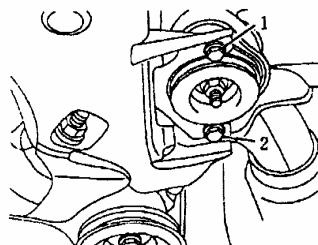

图 4-104 拧松变速器右侧悬置的螺栓
- (3) 如图 4-104 所示，将变速器右侧悬置的后侧螺栓 2 拧松几圈；拧下变速器右侧悬置的前端螺栓 1。拧松变速器左侧悬置的螺母（如图 1-105 箭头所示），直至其与螺栓端部平齐。